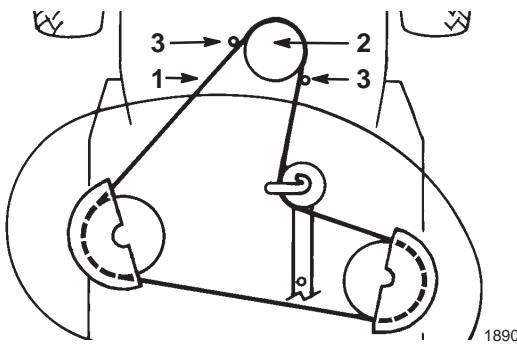

Figure 41
- 23.** Déposez la courroie d'entraînement des lames de la poulie de moteur inférieure (Fig. 41).
8. Passez la courroie d'entraînement des lames sur la poulie motrice inférieure (Fig. 41).